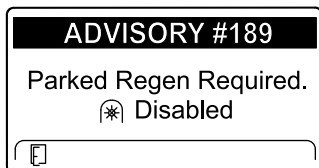

Figura 56
- Si no se realiza la regeneración con la máquina aparcada en un plazo de 2 horas, el InfoCenter muestra ADVISORY #189 (Aviso n.º 189) solicitando la regeneración con la máquina aparcada e indicando la desactivación de la toma de fuerza (Figura 56).